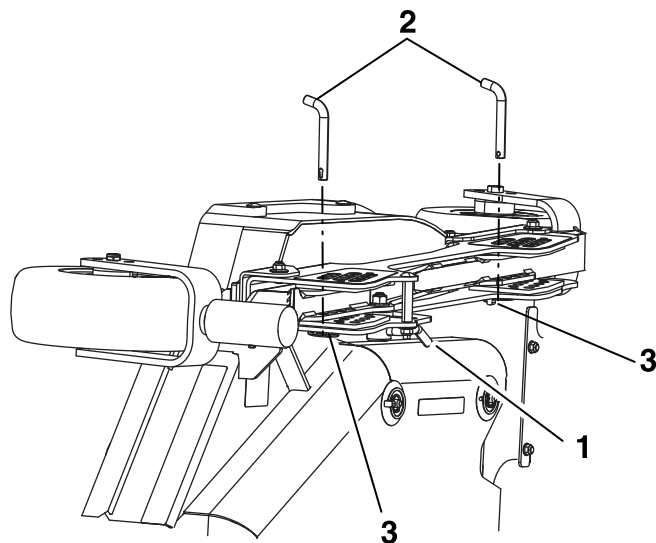

Figure 25
- B. Débloquez les verrous à came situés sur le profilé de hauteur de coupe du tablier latéral (voir Figure 25).
- D. Placez le tablier latéral à la hauteur adéquate et reposez les goupilles de hauteur de coupe et les goupilles à anneau, comme montré à la Figure 25.